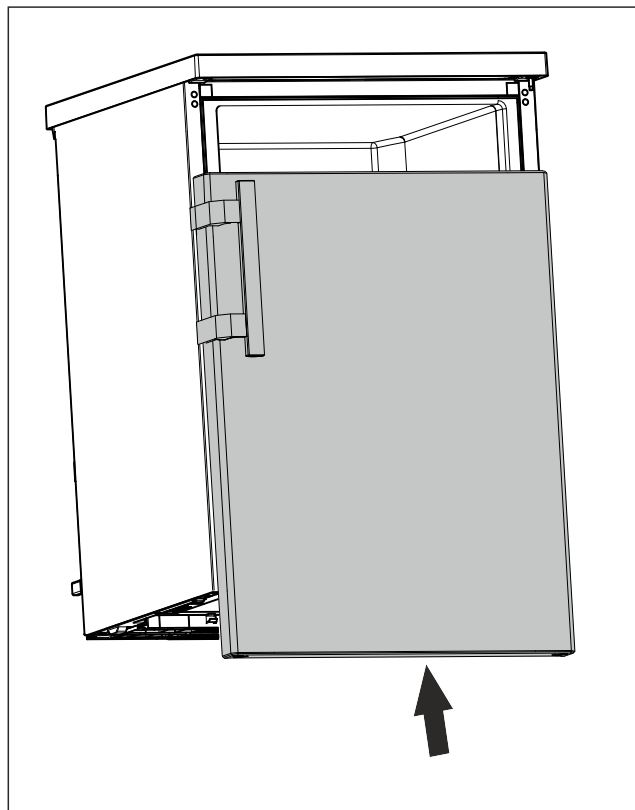

Fig. 23
- ▶ Tür im geschlossenen Zustand auf oberen Bolzen schieben. (siehe Fig. 23)